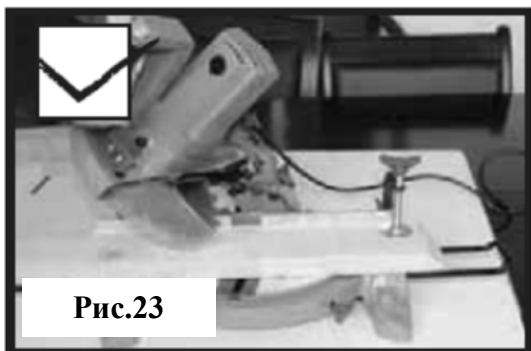

Рис.23
**Как правильно использовать зажим при косом распиле (рис.23,24)?**